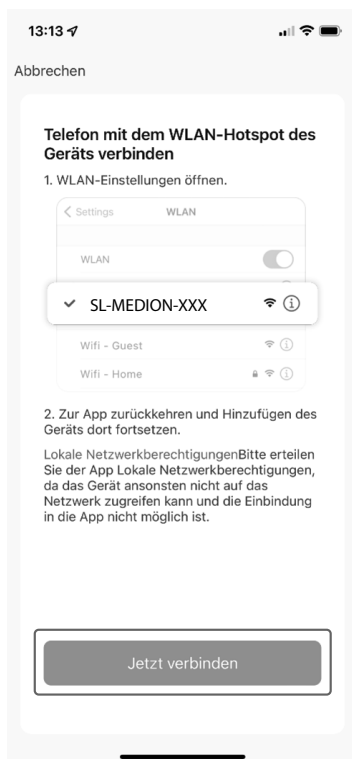

Fig. 6
- ▶ Ouvrez la trappe du robot et vérifiez si la DEL WLAN (sous la trappe) clignote/ pulse. (voir fig 6)
- ▶ Cliquez au bas de l'affichage sur **JETZT VERBINDEN** (voir fig. 6).